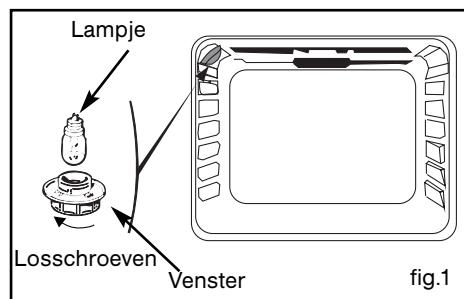

fig.1
b) Schroef het verlichtingskapje los (fig.1).